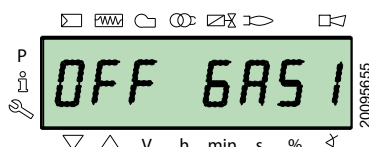

Fig. 38
- gaz «**OFF GAS1**» (Fig. 38)